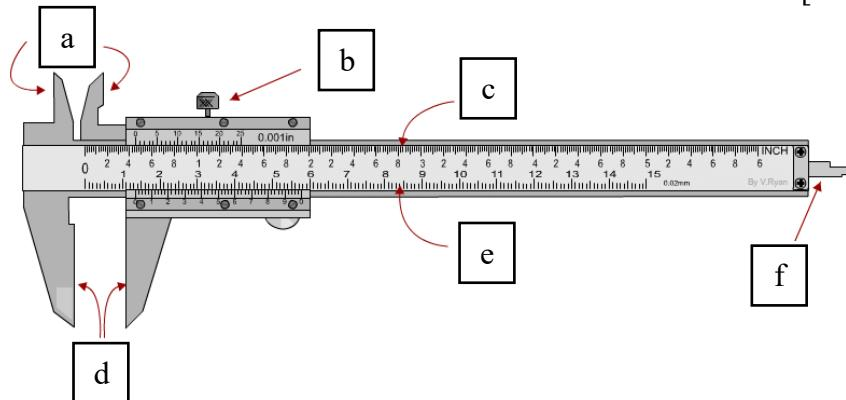

Figure 1(a)/Rajah 1(a)
- CLO1 (a) Name the **SIX (6)** parts of the vernier caliper as shown in **Figure 1(a)**.
*Namakan **ENAM (6)** bahagian angkup vernier seperti ditunjukkan dalam Rajah 1(a).*